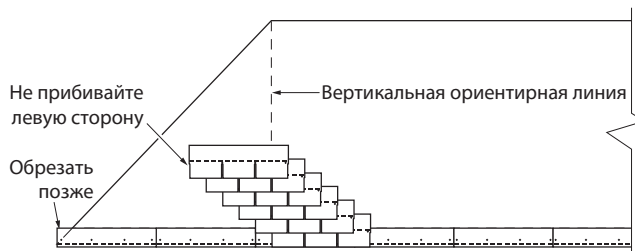

Рис. 9-3. Секция 1-А.
2. Укладывайте первый гонт каждого ряда над первым рядом таким образом, чтобы ориентирная линия перекрывалась внахлст на необходимую величину, указанную в инструкциях по укладке соответствующего гонта. **НЕ ПРИБИВАЙТЕ** левый край этих гонтов на данном этапе. (В диагональной секции будет всего четыре или шесть рядов, в зависимости от вида укладываемого гонта.) (см. Рис. 9-3).